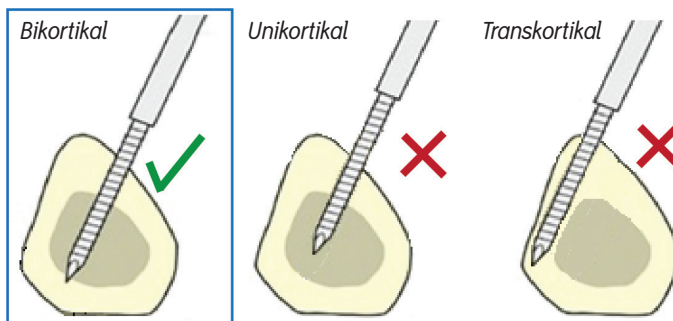

Abbildung 49. Bohren mit dem ersten Pin mit der Bohrführung
- Die zweite Kortikalis mit den Pins erfassen, jedoch nicht perforieren, um das Frakturrisiko zu reduzieren (Abbildung 49).